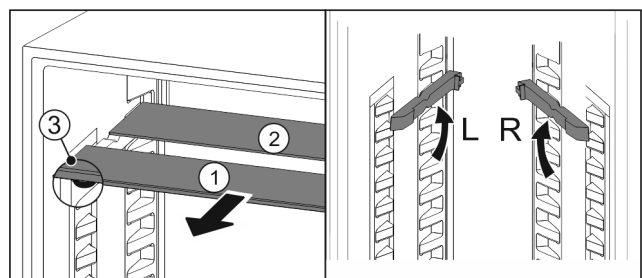

Fig. 80
- ▶ Glasplatten einzeln nach vorne herausziehen Fig. 80 (1).
- ▷ Glasplatte Fig. 80 (1) mit Zierleiste liegt vorne.
- ▷ Stopps Fig. 80 (3) zeigen nach unten.